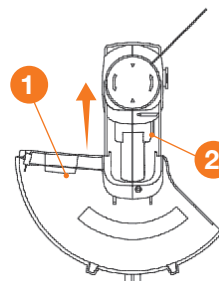

Рис. 2
- Установите защитный кожух **1** со встроенным колесом на изделии вставив его в пазы до упора (Рис. 2).